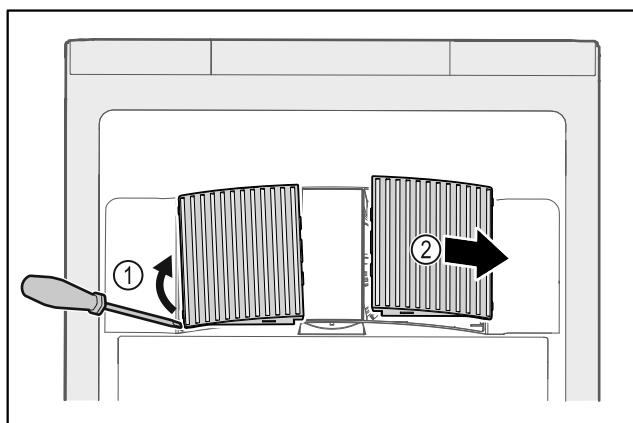

Fig. 227
- ▶ Ventilatorabdeckungen vorsichtig von der Seite heraushebeln Fig. 227 (1) und nach vorne abnehmen Fig. 227 (2).